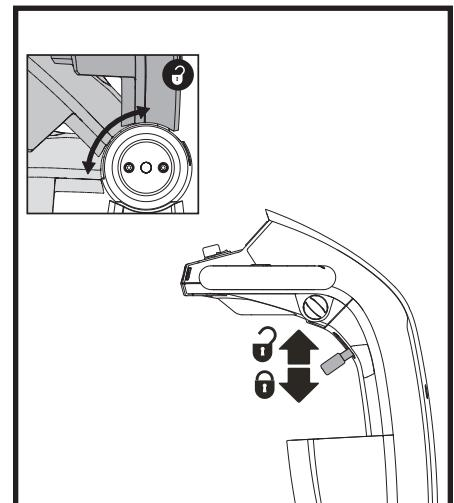

Abb. 13. Lenkersicherungshebel
EINSTELLUNG DES LENKERWINKELS (Siehe Abb. 13)
1. Heben Sie den Einstellhebel der Pinne an. Siehe Abb. 13.